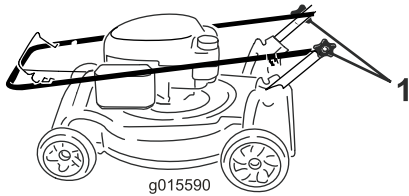

Figure 3
1. Desserrez les boutons du guidon (Figure 3).
3. Serrez solidement les boutons du guidon (Figure 3) à la main.